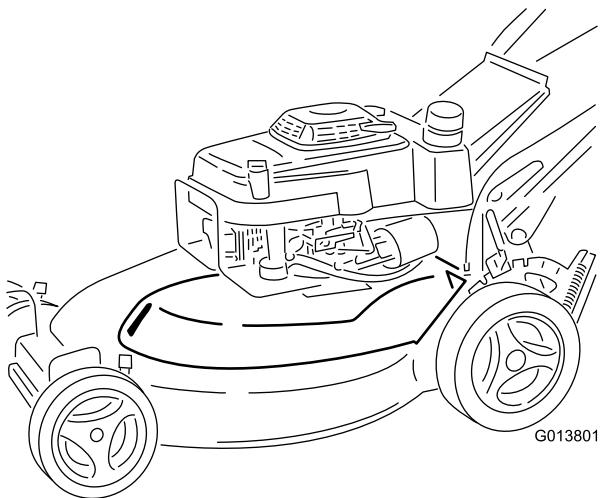

Figure 31
3. Appuyez et poussez l'avant du couvercle de la courroie vers l'avant pour le décrocher de la vis de montage avant (Figure 31).